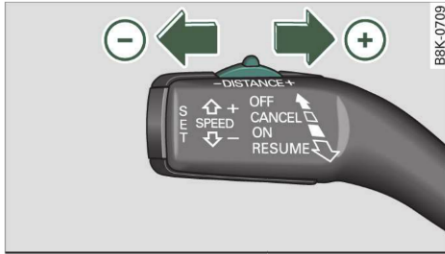

Fig. 110 Maneta de comandă: Stabilirea distanței
- Apăsați maneta ⇒ fig. 110 o dată în direcția (+) sau (-). Pe afișajul din tabloul de bord, distanța actuală se va afișa scurt.